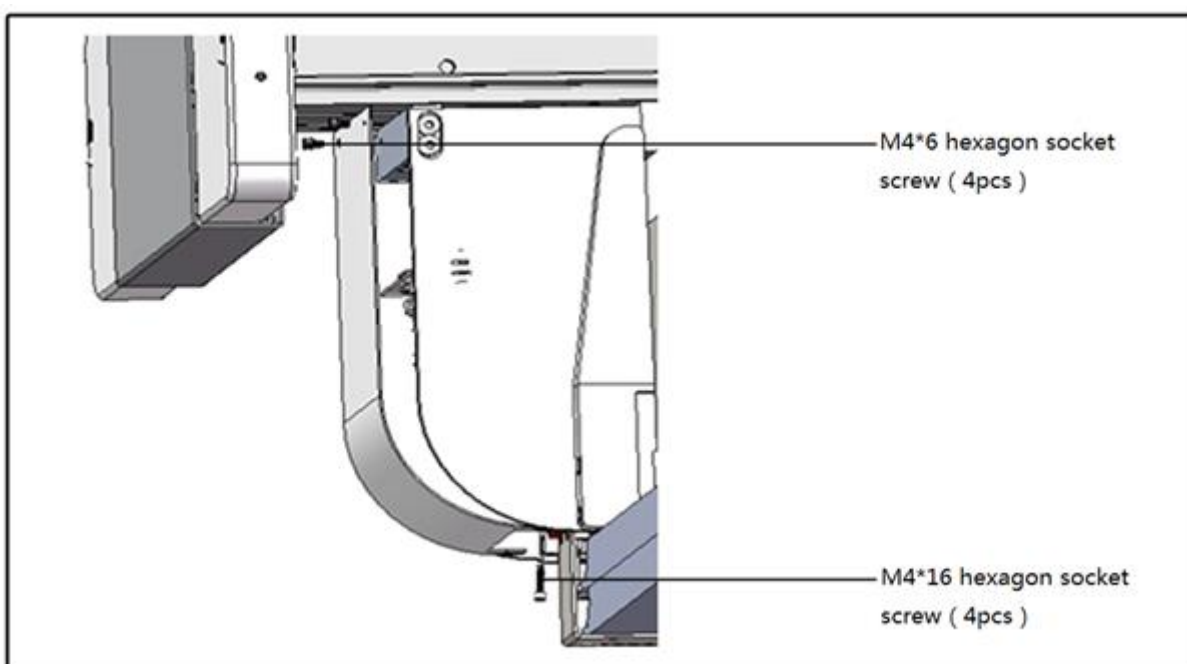

Рис. 6
- Установите боковую крышку-заглушку и затяните винты М4х6 и М4х16 (Рис. 6).